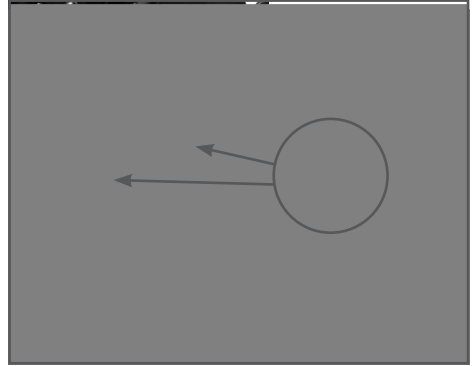

Рис. 6 Установка травосборника
7. Установите травосборник. Для этого поднимите заднюю крышку корпуса скарификатора, вставьте направляющие на каркасе травосборника в пазы в корпусе скарификатора (Рис. 6), после чего опустите травосборник и заднюю крышку корпуса скарификатора.